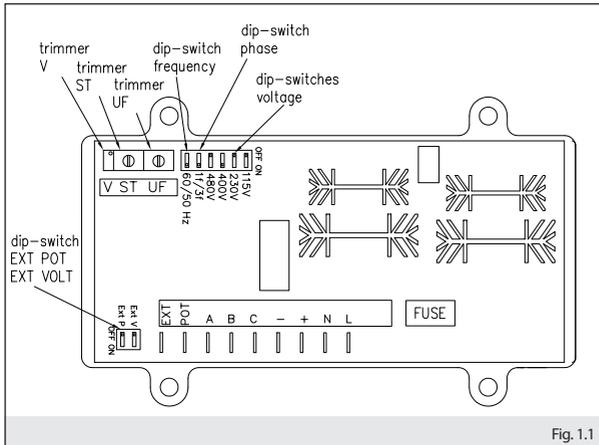

Fig. 1.1
Il est possible de modifier la tension de sortie en agissant sur le potentiomètre « V » (voir fig. 1.1, fig. 1.3). Avec le groupe en marche à la vitesse nominale, régler jusqu'à l'obtention de la valeur désirée. Si à une petite variation de vitesse la tension varie, il faut régler d'abord la protection de sous-vitesse.
Les interrupteurs de tension de détection («dip-switches voltage» sur la fig. 1.1) doivent être réglés comme suit:
Regolazione della stabilità (vedi fig.1.1, fig.1.3): qualora si dovesse verificare delle fluttuazioni di tensione a carico, è possibile agire sul potenziometro "ST" che modula la prontezza di risposta del regolatore agli stimoli esterni, permettendo di eliminare eventuali instabilità del sistema alternatore - carico.
Regolazione della protezione della sottovolatilità a 50 (60)Hz (vedi fig.1.1, fig. 1.3): portare il gruppo in rotazione regolandolo in modo da ottenere una frequenza di 46 (56) Hz. Ruotare il trimmer "UF" fino al punto in cui la tensione inizia a calare. Riportare il gruppo alla velocità nominale.
Regolazione tensione a distanza: collegare ai capi liberi "EXT POT" il potenziometro (5kOhm, 1/2 W). Impostare il "dip-switch Ext P" in posizione "ON" e "Ext V" in posizione "OFF" (vedi figura 1.1). Portare il gruppo alla velocità nominale e agire sul potenziometro esterno ed eventualmente anche sul trimmer "V" per ottenere la tensione voluta (fig. 1.1, fig. 1.3).
Stability adjustment (see fig. 1.1, fig.1.3): if on load voltage fluctuations are experienced adjust potentiometer "ST", which modulates the reaction time of the regulator to external inputs, thereby eliminating any instability in the alternator-load system.
Setting of the under speed protection at 50 (60)Hz (see fig.1.1, fig. 1.3): start up rotation of the generating set adjusting it to obtain a frequency of 46 (56)Hz. Turn trimmer "UF" until the voltage begins to drop. Restore nominal speed.
Remote voltages adjustment: wire the potentiometer (5kOhm, 1/2W) to the free terminals "EXT POT". Set the "dip-switch Ext P" to the "ON" position and "Ext V" to the "OFF" position (see fig. 1.1). Run the generating set to its nominal speed and adjust the external potentiometer and eventually also the trimmer "V" to obtain the required voltage (fig. 1.1, fig. 1.3).
Contrôle de la stabilité (voir fig. 1.1, fig.1.3): si des fluctuations de tension sous charge devaient se vérifier, il est possible d'agir sur le potentiomètre "ST" qui module la rapidité de réponse du régulateur aux stimulations extérieures, en permettant d'éliminer les éventuelles instabilités du système alternateur - charge.
Réglage de la protection de la sous-vitesse à 50 (60) Hz (voir fig. 1.1, fig. 1.3): porter le groupe en rotation en le réglant de manière à obtenir une fréquence de 46 (56) Hz. Tourner le trimmer « UF » jusqu'au point où la tension commence à baisser. Reporter le groupe à la vitesse nominale.
Raccordement d'un potentiomètre extérieur: enlever le cavalier des bornes et connecter le potentiomètre (5 kΩ, 0,5 W) aux extrémités libres "EXT POT". Placez le commutateur «dip-switch Ext P» sur la position «ON» et «Ext V» sur «OFF» (voir fig. 1.1). Porter le groupe à la vitesse nominale et agir sur le potentiomètre externe et éventuellement sur le trimmer «V» afin d'obtenir la tension désirée (voir fig. 1.1, fig. 1.3).